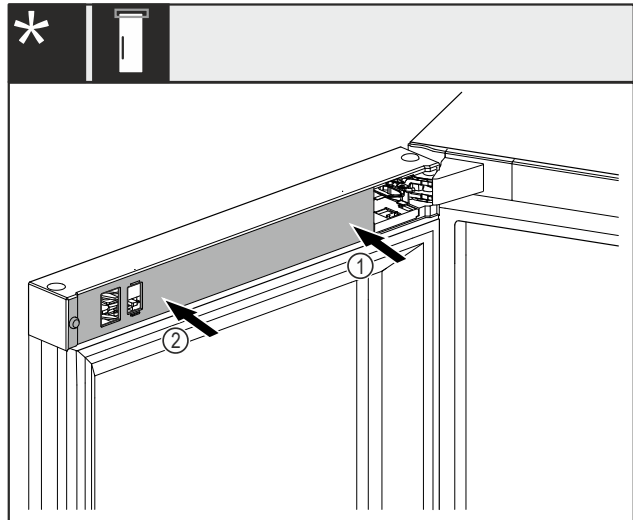

Fig. 47 *
- ▶ Sæt først afdækningen Fig. 47 (1) på hængselssiden, så den går i indgreb.*
- ▶ Sæt afdækningen Fig. 47 (2) på ydersiden, så den går i indgreb.*